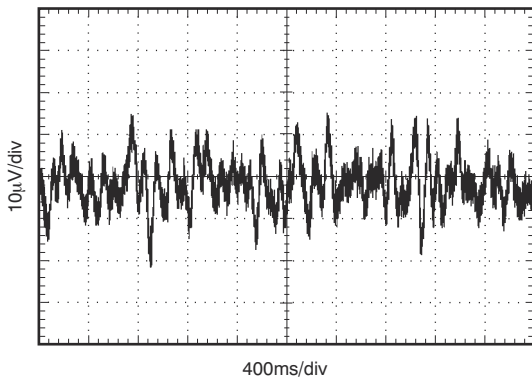

图 5-9. 0.1Hz 至 10Hz 噪声
0.1Hz 到 10Hz 范围内的典型电压噪声详见图 5-9。REF32xx 的噪声电压随输出电压和工作温度的增加而增加。可以使用额外的滤波来改进输出噪声水平，但要注意确保输出阻抗不会降低交流性能。